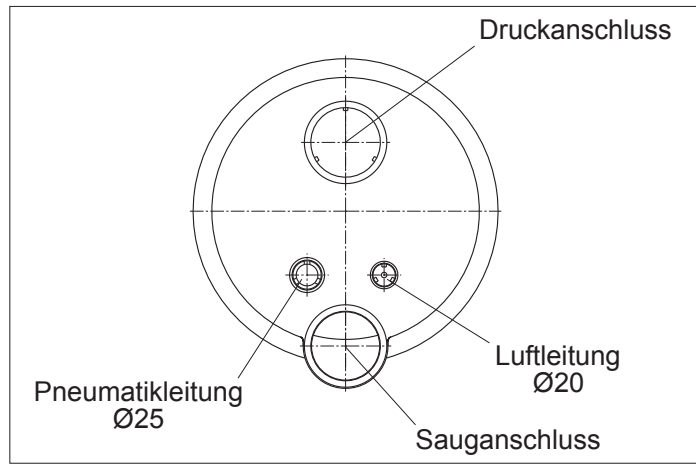

Abb. 9
2. Einkleben des Kabelschutzschlauches und des Luftleitungsschlauches (Abb. 9).
3. Das Düsengehäuse (102.1) am Einbaugeschäuse (1) ansetzen.
4. Pneumatikschläuche und Kabel des Scheinwerfers durch den Schutzschlauch (14) führen und mit Kabelverschraubung (20) abdichten.
5. Luftleitung mit Klemme (8) am werkseitig vormontierten Luftregler (21) befestigen.